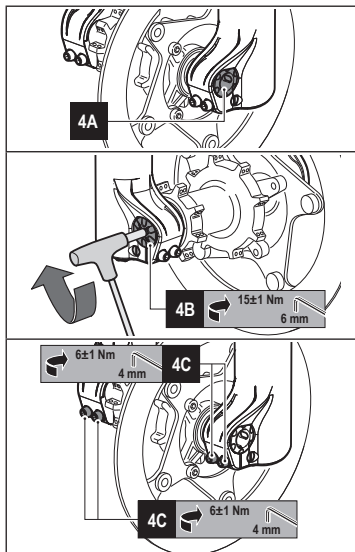

Abbildung 4 - ø20mm Taperwall Steckachse: Laufradbefestigung
Vor jeder Benutzung überprüfen, ob das Steuerkabel der Bremsanlage fest und sicher mit der zugehörigen Halterung verbunden ist (siehe 4B/ 4C in Abbildung 4).
- Die Mitte des Rads mit den beiden Radachsen ausrichten (siehe **4A in Abbildung 4**).
- Die Radachse durch die linke Radaufnahme, das Rad und die rechte Radaufnahme schieben (siehe **4A in Abbildung 4**).
- Die Radachse mit dem vorgesehenen Moment ($15\pm 1\text{Nm}$) anziehen, dazu mit einem 6mm-Inbusschlüssel an der Bolzenkappe drehen (siehe **4B in Abbildung 4**).
- Die Schrauben an den beiden Radaufnahmen mit einem 4mm-Inbusschlüssel mit dem vorgesehenen Moment ($6\pm 1\text{Nm}$) in der Reihenfolge "1-2-1" anziehen (siehe **4C in Abbildung 4**).